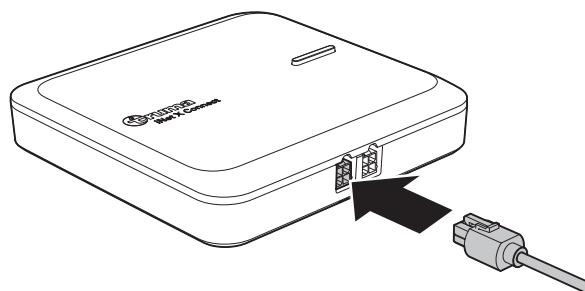

Fig. 18
- Inserte el otro conector del cable en la conexión CAN1 del Connect (Fig. 18).